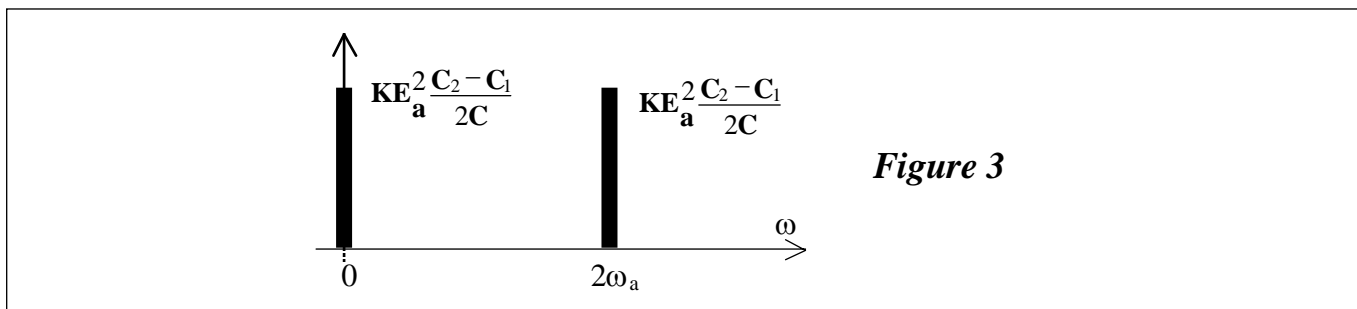

Figure 3
B.2.2 Justifier la représentation du spectre d'amplitude de $v_c(t)$ donnée en *Annexe 2, Figure 3, page 5*.